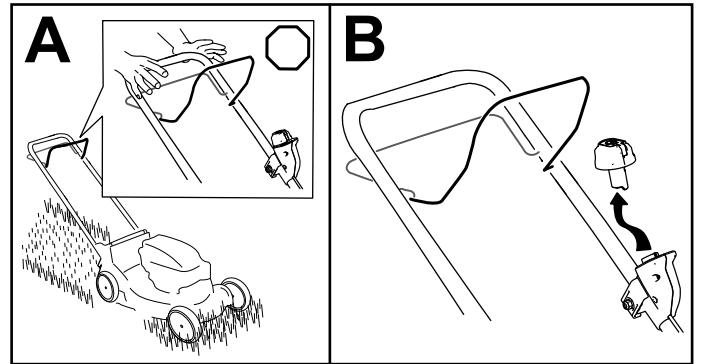

Figura 14
1. Liberte a barra de controlo da lâmina (A de Figura 14).
2. Remova o botão de arranque elétrico do arrancador elétrico (B de Figura 14).